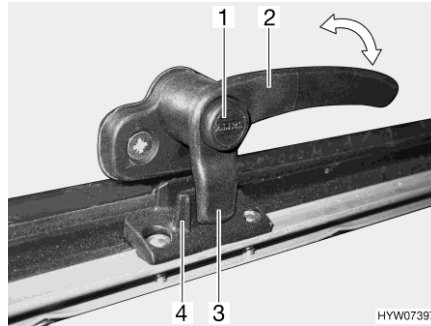
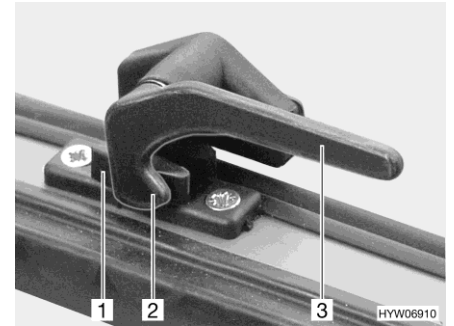

Fig. 77 Lever de verrouillage avec bouton de sécurité en position "Fermé"
Fig. 78 Lever de verrouillage en position "Fermé"
- S'il existe, appuyer sur le bouton de sécurité (Fig. 77,1) et le maintenir enfoncé.
- Tourner le levier de verrouillage (Fig. 77,2 ou Fig. 78,3) d'un quart de tour vers le centre de la fenêtre.
- Tourner le levier de verrouillage (Fig. 77,2 ou Fig. 78,3) d'un quart de tour vers le cadre de la fenêtre.
- Le tenon de verrouillage (Fig. 77,3 ou Fig. 78,2) du levier de verrouillage repose complètement sur le côté intérieur du verrouillage de fenêtre (Fig. 77,4 ou Fig. 78,1).
- En position "Fermé" (Fig. 77 et Fig. 78)